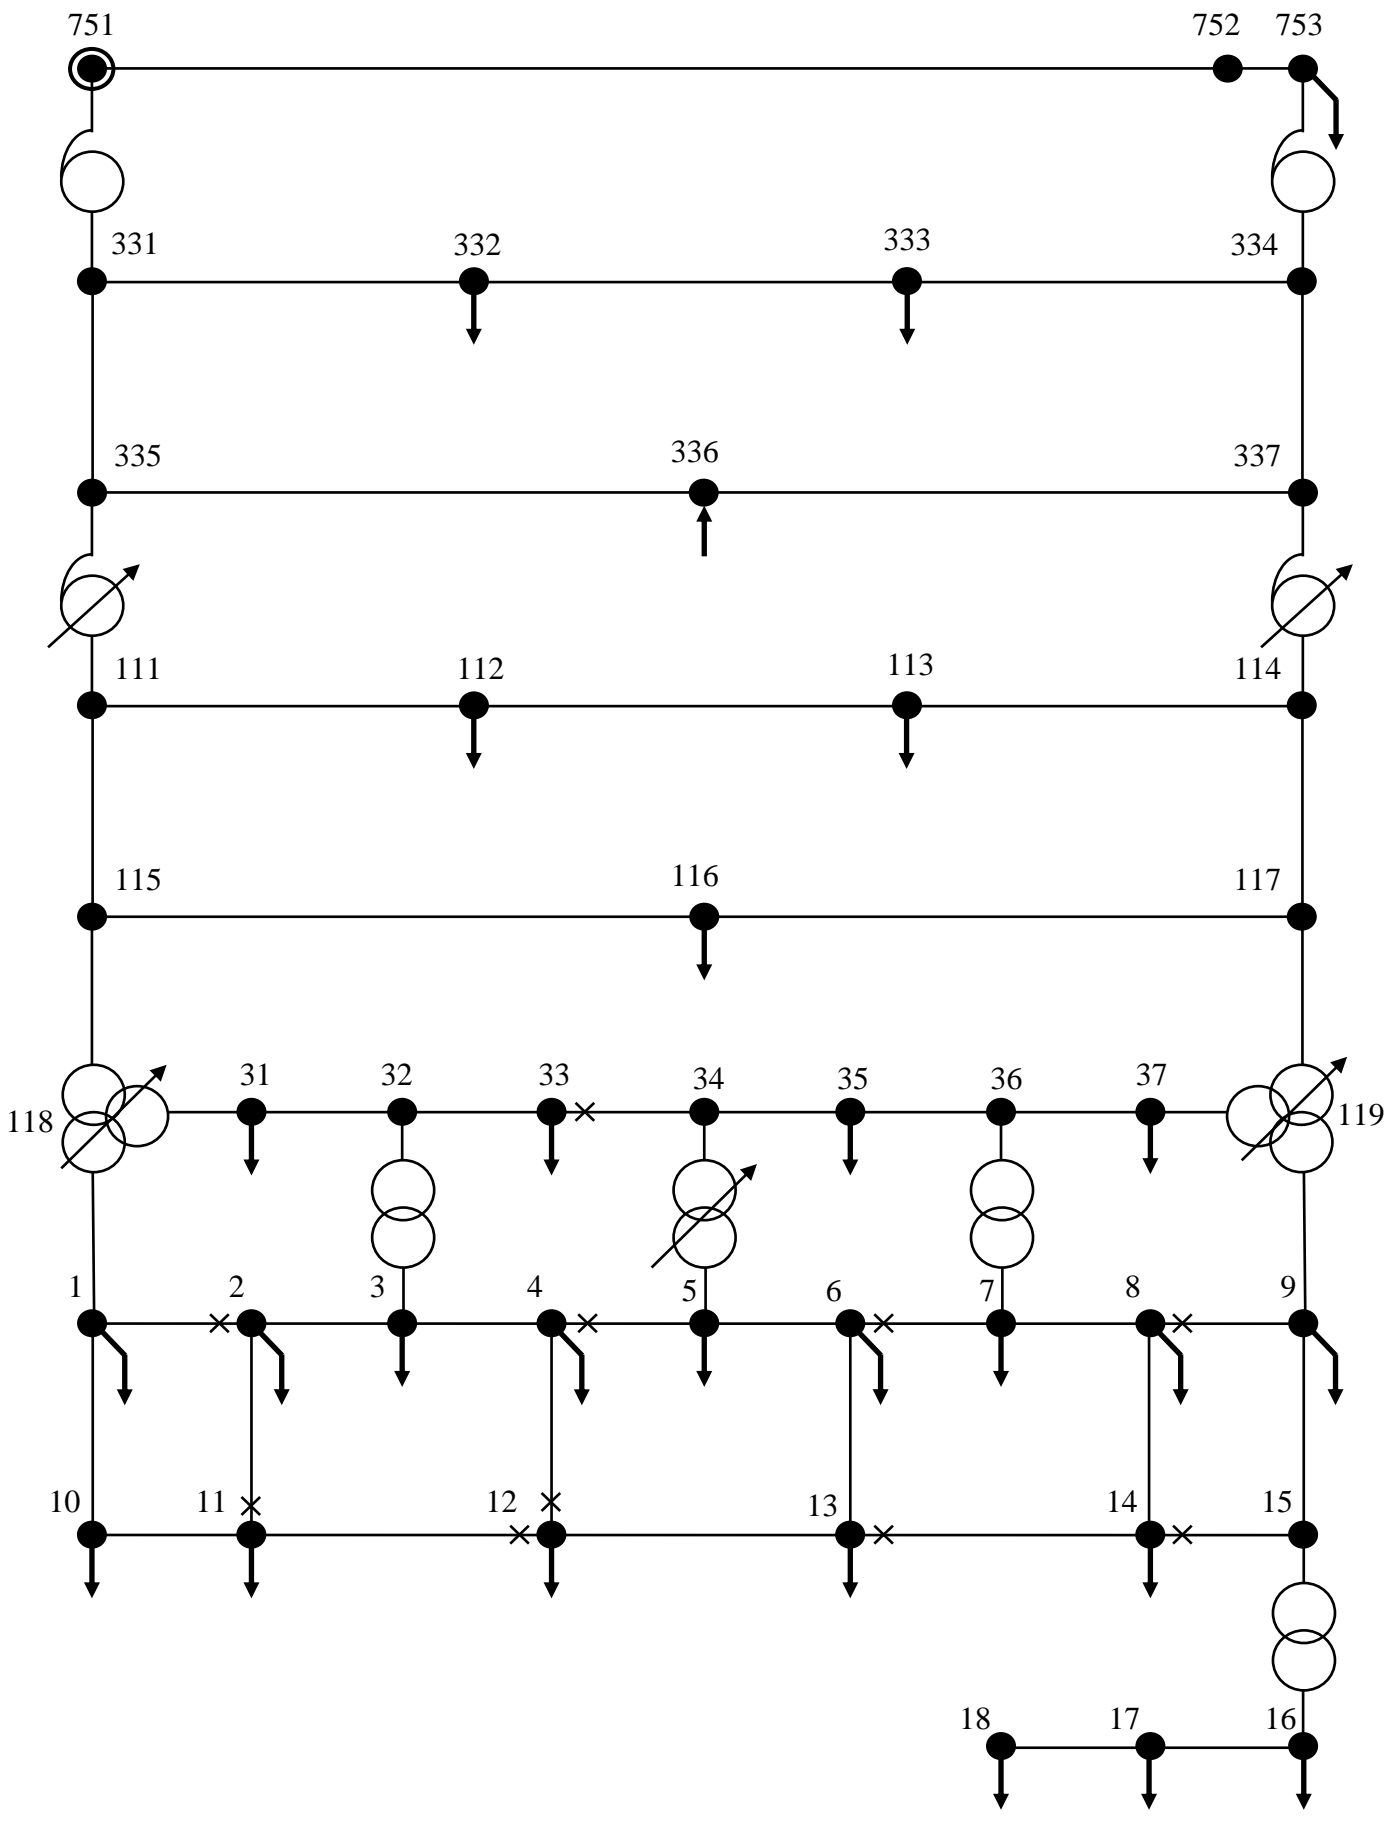

Рис.1. Схема 750/330/110/35/10/0.38 кВ
На рис.1. показана конфигурация исходной схемы. Узел 751 является балансирующим узлом с заданным напряжением 750 кВ. Нумерация узлов соответствует классам напряжений: 751...753 – узлы 750 кВ; 331...337 – узлы 330 кВ; 111...119 – узлы 110 кВ; 31...37 – узлы 35 кВ; 1...15 – узлы 10 кВ; 16...17 – узлы 0.38 кВ. Узлы 118, 119 являются средними точками трехобмоточных трансформаторов и имеют класс напряжения 110 кВ.
3. Для редакции таблицы узлов нажимаем клавишу F4. Заполняем столбец "№ узла". В столбце "Обозначение" дублируем номера узлов. В столбце "П" (признак) устанавливаем признак балансирующего узла – символ "b" для узла 751 (строка выделяется синим цветом). В колонке "В" (вершины) устанавливаем цифру "1" для узла 753. Заполняем колонки "Рнаг", "Qнаг" для нагрузочных узлов (см. рис.1) и колонки "Рген", "Qген" для узла 336. Заполняем колонку "Um" номинальными напряжениями – 750, 330, 110, 35, 10, 0.38 кВ.
5. Для редакции таблицы ветвей нажимаем клавишу F4. Заполняем столбцы "№ нач.", "№ кон." в соответствии с конфигурацией схемы на рис.1. Для трансформаторных ветвей "№ нач." – сторона высокого напряжения, "№ кон." – сторона низкого или среднего напряжения. В колонке "к" устанавливаем признаки разрывов: "Н" – со стороны начала ветви, "К" – с конца ветви в местах указанных на рис.1.